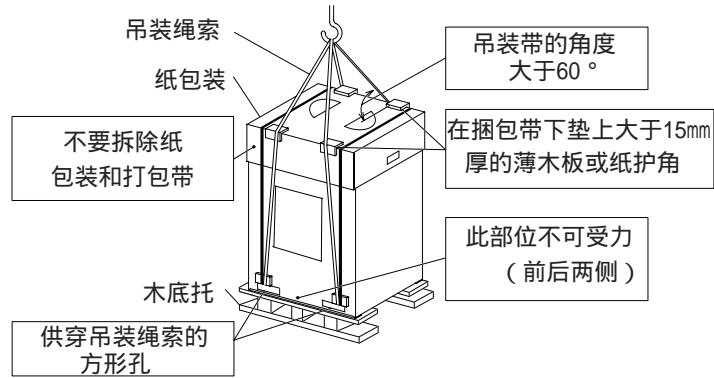

图4.1 吊装指示图
- (1) 严禁拆除任何包装填充材料。
- (2) 如图4.1所显示，在用2根钢丝绳的捆包的情况下吊装机器。